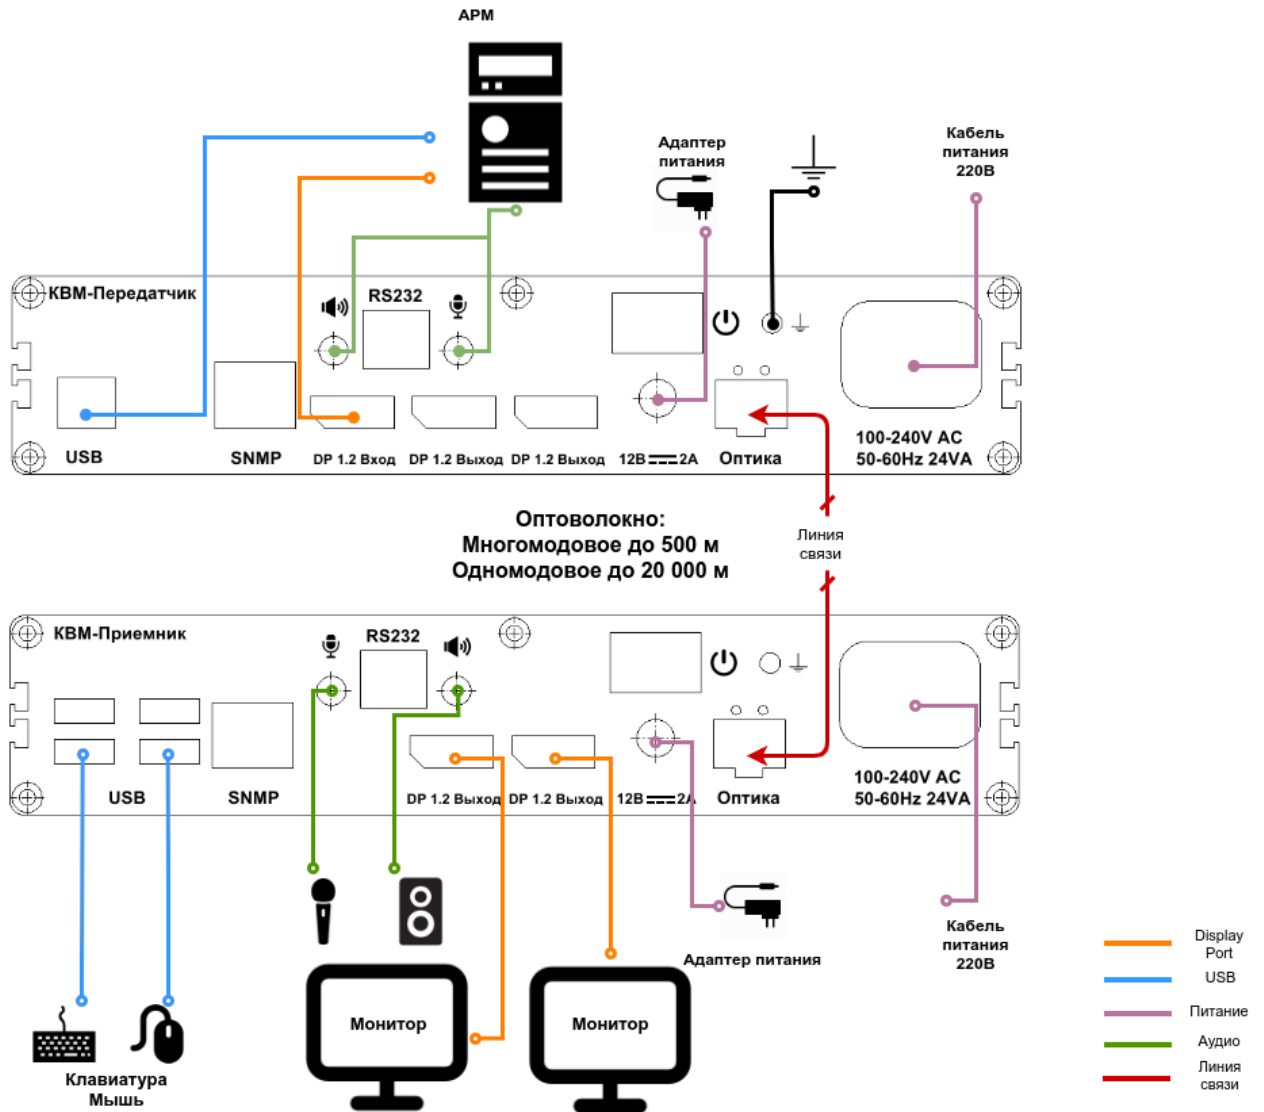

Рис. 2. Схема подключения кабелей
2. Подключите необходимые кабели (USB, Audio, RS232, Video) к разъемам приемника и передатчика согласно «Схеме подключения» (рис.2).
Подключите все кабели от компьютера и мониторов к Изделию, как это показано на следующей схеме (рис. 2). Соедините приемник и передатчик оптоволоконным кабелем.